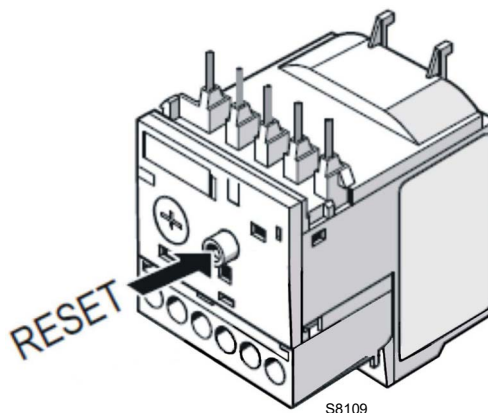

Fig. 40
- Pour débloquer, en cas d'intervention du relais thermique, appuyer sur le bouton «**RESET**» (Fig. 40).